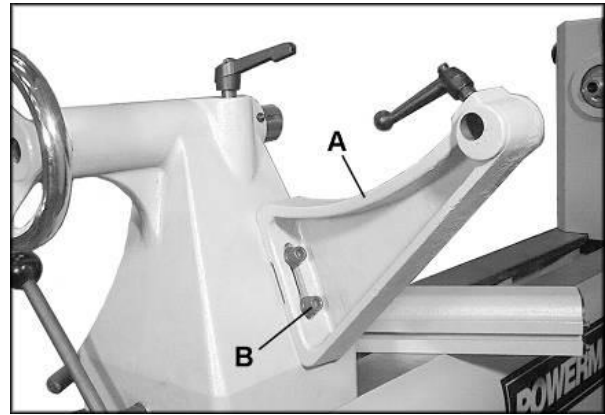

Fig 10
Befestigen Sie den Träger (A, Fig 10) mit 2 Innensechskantschrauben und Scheiben (B) am Reitstockkörper.